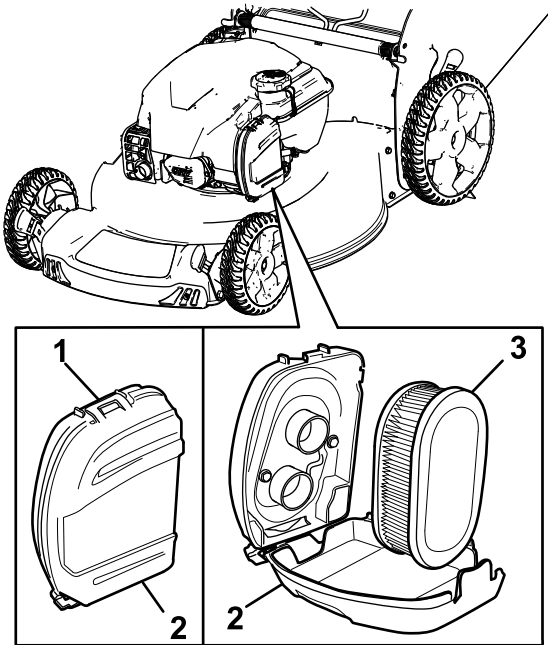

Figura 28
1. Abra los cierres de la parte superior de la tapa del filtro de aire (Figura 28).
2. Retire el filtro de aire (Figura 28).